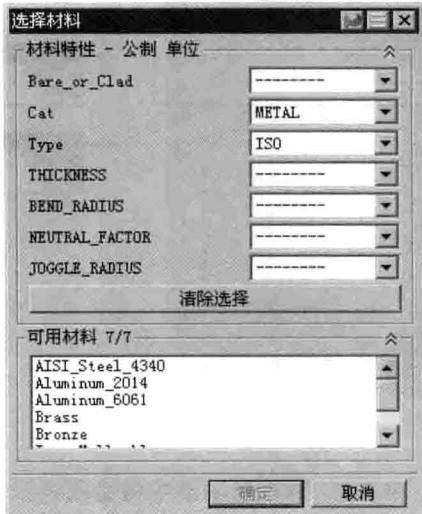

图 1.2.5 “选择材料”对话框
- 材料选择** 单选项：选中该单选项时，单击右侧的**选择材料**按钮，系统弹出图 1.2.5 所示的“选择材料”对话框，可在该对话框中选择一种材料来定义钣金折弯参数。